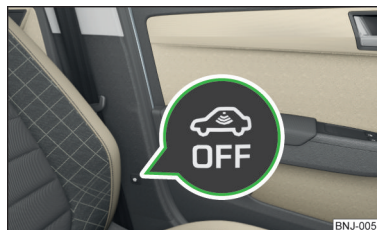

Fig. 36
- Presionar la tecla  en la columna central del lado del conductor » fig. 36, en la tecla ilumina la señal .